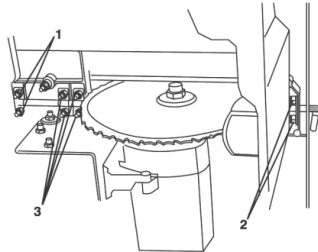

Fig. 8 – Alinhamento da lâmina da serra
- 2 - Remova as partes móveis da mesa e vire a máquina para o lado esquerdo, para ter acesso aos parafusos/porcas de ajuste (1, 2 e 3) conforme fig. 8;